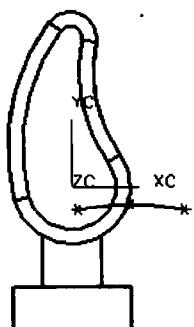

图 1-20 生成圆弧
(1) 利用菜单“格式”→“WCS”→“方位”进入 CSYS 构造器，在自定义判断中选择“ACS”(实现 WCS 恢复到原来的绝对坐标系)，然后利用工具“视图”→“视图方位”把视图切换为“俯视图”。利用“直线和圆弧”→“圆弧一点一点一点”生成如图 1-20 所示圆弧。其中起点坐标为(2, -8, 0)，终点坐标为(38, -8, 0)，弧上一点根据个人的喜好选择满意点即可。